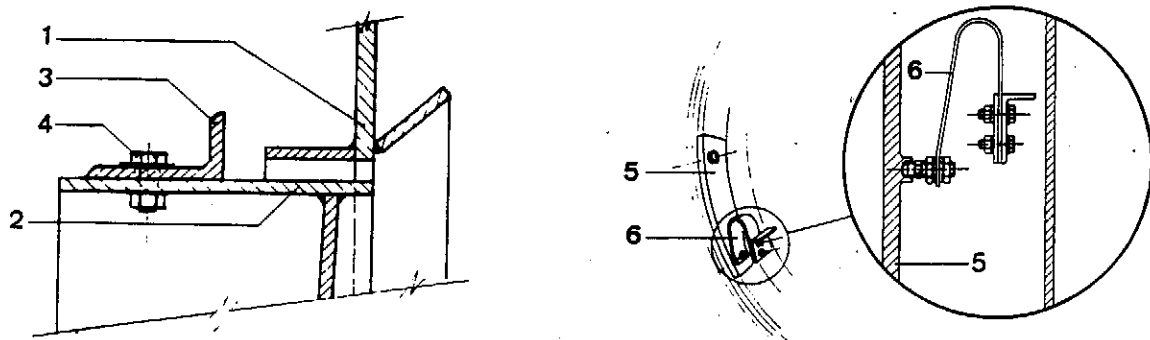

Abb.7
- 4) Trommelabdichtung (siehe Abb.7)